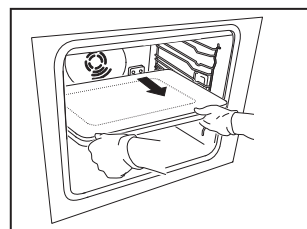

Fig. 3
1. Con ambas manos, coja la placa de inducción y extráigala. Será necesario ejercer algo de fuerza para desacoplar la placa de la toma (Fig. 3).